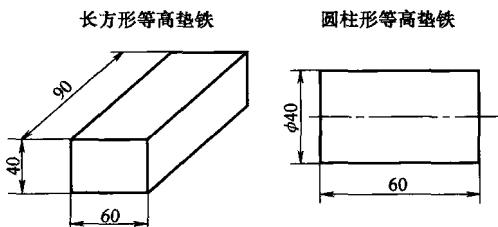
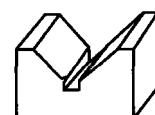
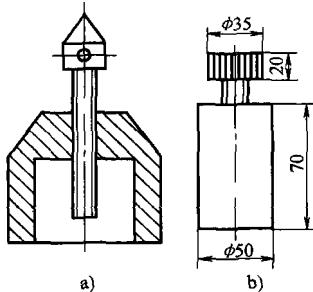
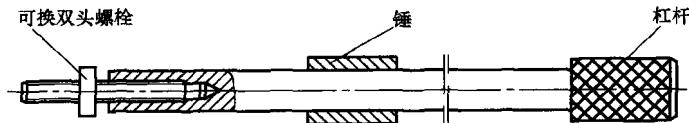

图 1-1 长方形和圆柱形等高垫铁
图 1-2 V 形等高垫铁
图 1-3 螺旋式千斤顶
图 1-4 拔销器
答：机床修理中常用的工具有：①扁头旋具；②扁头铁柄螺钉旋具；③十字旋具；④克丝钳；⑤尖嘴钳；⑥内环卡钳；⑦外环卡钳；⑧活动扳手；⑨单头扳手；⑩两头扳手；⑪单头梅花扳手；⑫双头梅花扳手；⑬内六角扳手；⑭管钳；⑮手钳；⑯台虎钳；⑰平口台虎钳；⑱平头刮刀；⑲圆头刮刀；⑳三角刮刀；㉑各种形状的油石；㉒斜铁；㉓滚杠（ $\phi 100\text{mm} \times 1500\text{mm}$  钢管、六根为一组，移动机床用）；㉔龙门起重机（没有天车的工厂使用）；㉕挠杠；㉖小锤子；㉗大锤子；㉘各种规格的丝锥；㉙各种规格的板牙；㉚锥形铰刀；㉛各种形状的锉刀；㉜手电钻；㉝小台钻；㉞套筒扳手；㉟砂轮机；㉞手锯；㉟斤不落；㉞样冲；㉞划规；㉞磁力表座；㉞长方形和圆柱形等高垫铁（见图 1-1），用来支承部件，也便于测量，每组为三个；㉞V 形等高垫铁：主要用来支承圆柱检验芯棒，测量两导轨的平行度，两块为一组（见图 1-2）；㉞螺旋式千斤顶，用途与长方形等高垫铁相同，但可调整（见图 1-3）。螺旋式千斤顶分为两种形式，图 1-3a 所示的尺寸根据具体情况而定；应用最广泛的是支承大平板，使平板平面处在水平状态；㉞拔销器如图 1-4 所示，一般用螺钉将带内螺钉孔的锥销拔出锥孔